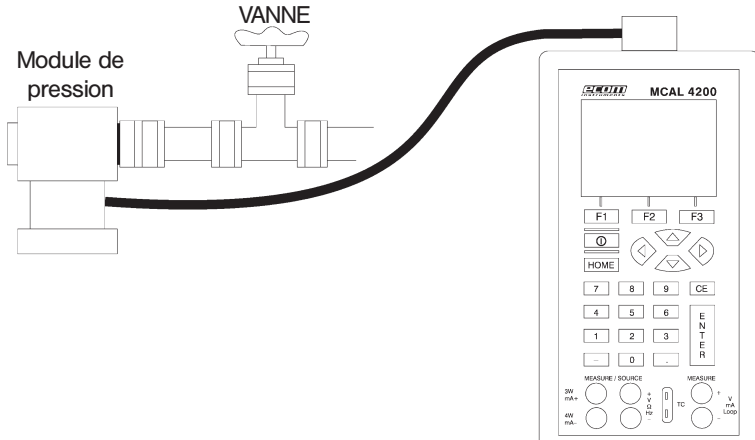

Figure 18. Mesure d'un émetteur de pression ecom-logo-und-name
1. Connecter le module de pression au calibrateur, comme montré sur la figure 18.